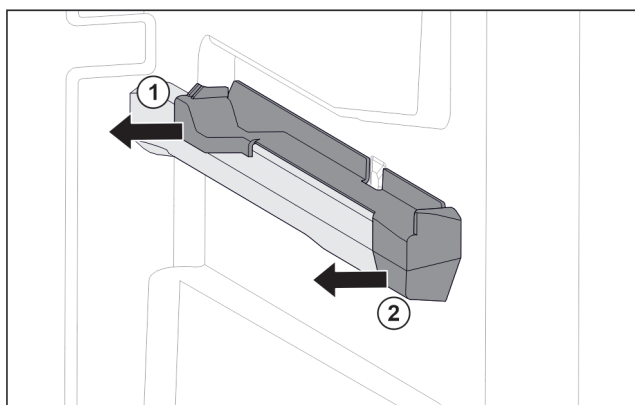

Fig. 102 Élément emboîtable sur la nervure de récipient droite
- Le retirer sur le côté par l'arrière. Fig. 102 (1)
- Le retirer sur le côté par l'avant. Fig. 102 (2)